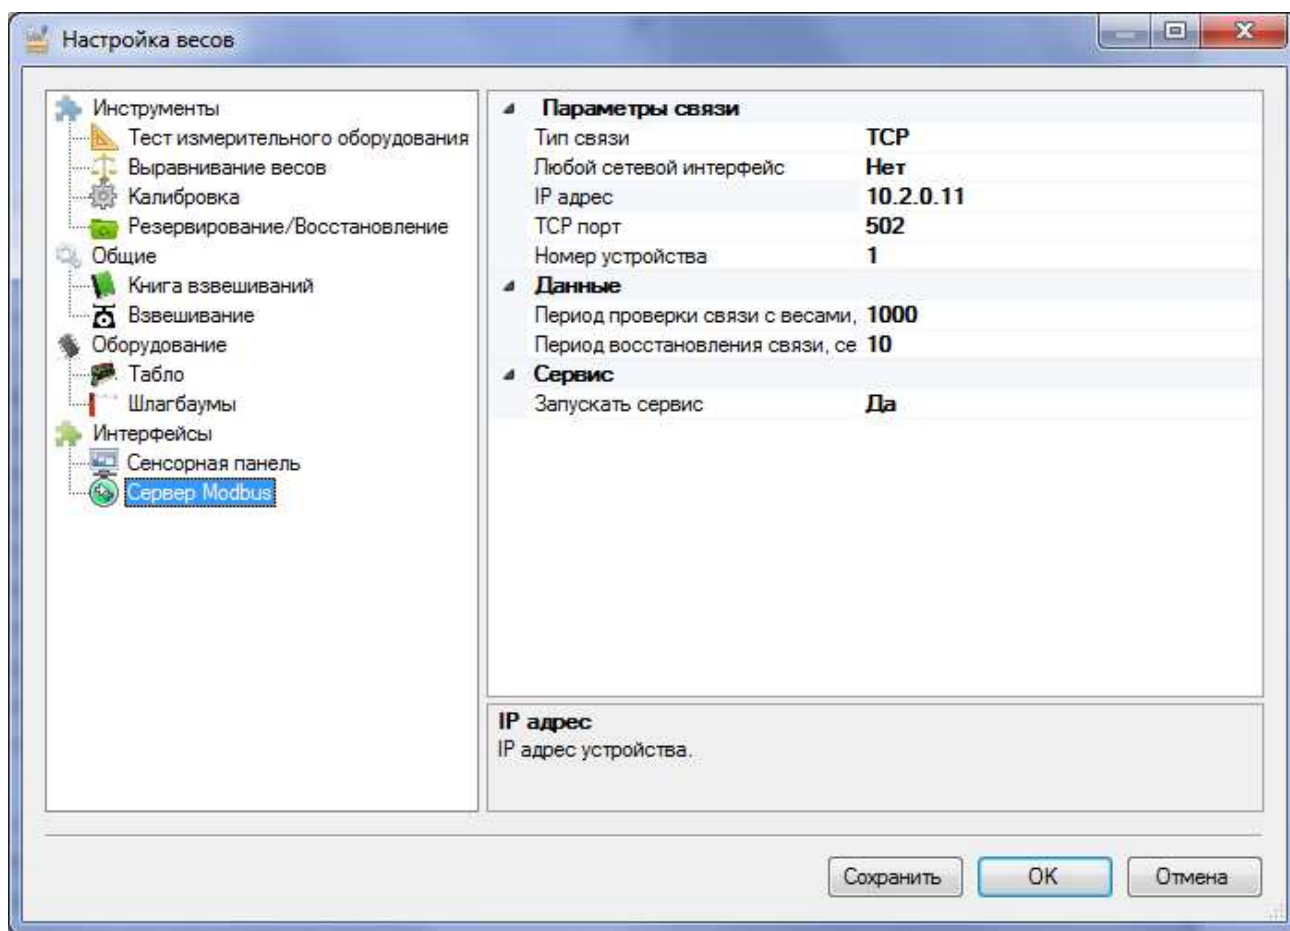

Рисунок 99 - Окно настройки сервера Modbus для типа связи TCP/IP
- 9) Для типа связи TCP/IP доступны настройки (см. Рисунок 99):